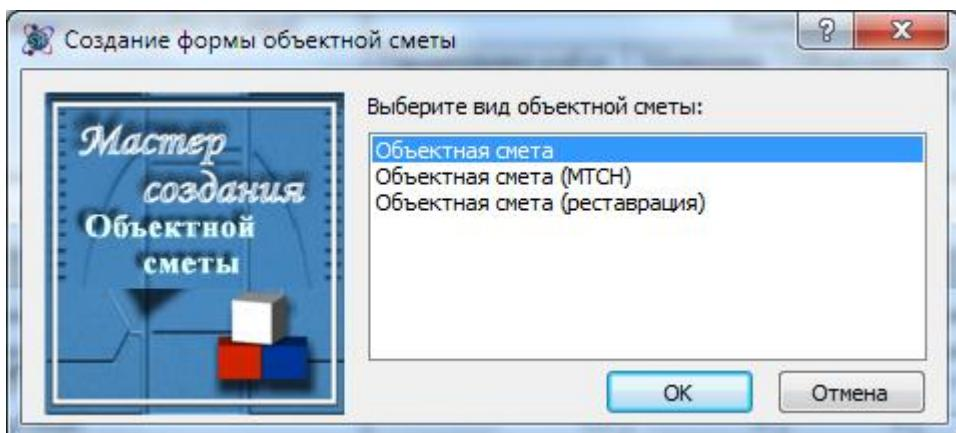

Рис. 4.70 Диалоговое окно Создание формы объектной сметы
- В открывшемся диалоговом окне *Создание формы объектной сметы* (рис. 4.70) выбрать нужный вид объектной сметы.